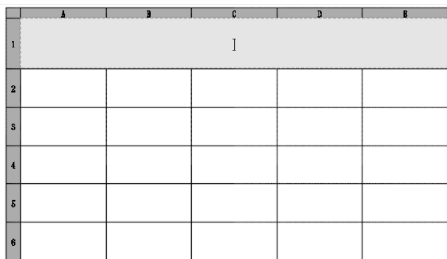

图 7-46 创建表格示例
6) 单击“确定”按钮，在绘图区将鼠标指针移动到合适位置后，单击指定插入点，完成创建表格，此时表格最上面的一行（第一个单元）处于文字输入状态，如图 7-46 所示，同时，在功能区显示“文字编辑器”选项卡。